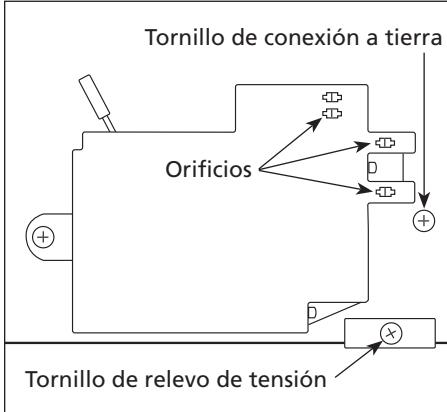

Figura 3
- Ubique los orificios posteriores del presostato (Vea la Figura 3). Introduzca la punta de un desarmador pequeño dentro
- Desconecte el tornillo de conexión a tierra (Vea la Figura 3).
- Desconecte el tornillo del relevo de tensión (Vea la Figura 3).